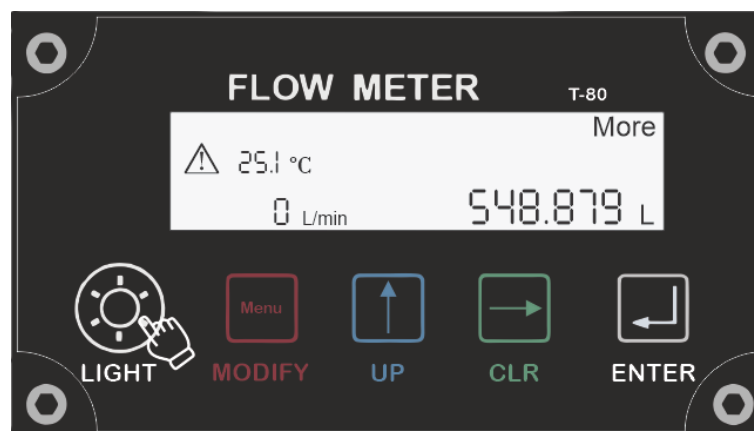

Figura 2.2 – Backlight encendido del display
- El botón **LIGHT**, cumple la función de iluminar el display por 5 segundos, luego del tiempo indicado, el display dejará de estar iluminado. La iluminación del display se representa en la Figura 2.2.